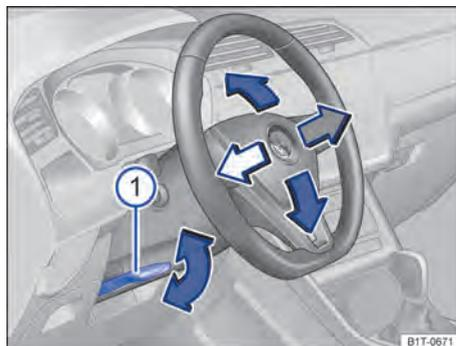

Fig. 70 Embaixo do volante no revestimento da coluna de direção: alavanca de ajuste mecânico da posição do volante.
- Virar a alavanca → Fig. 70 ① para baixo.
- Depois do ajuste, girar a alavanca → Fig. 70 ① sempre firmemente para cima, para que o volante não mude de posição involuntariamente durante a condução.